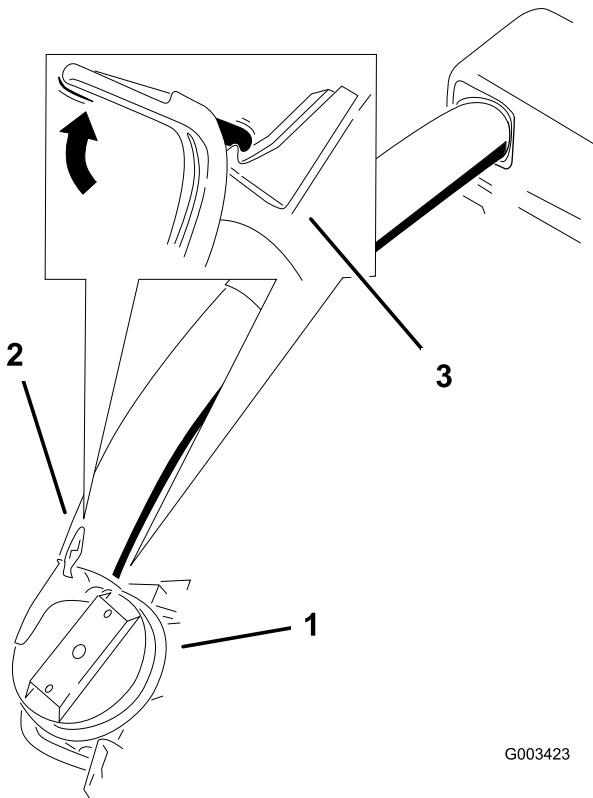

Figura 19
- Deslice el tubo inferior sobre la bota y conéctelos con el cierre (Figura 19).